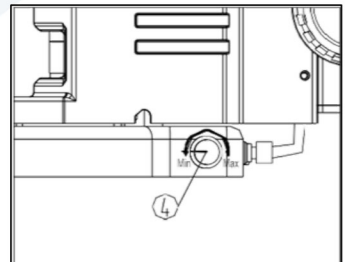

Abb.7
- Drehen Sie an dem Lichteinstellrad (4) um die Helligkeit zu regulieren. Im Uhrzeigersinn erhöhen Sie die Helligkeit. Gegen Uhrzeigersinn verringern Sie die Helligkeit. (Abb.7)